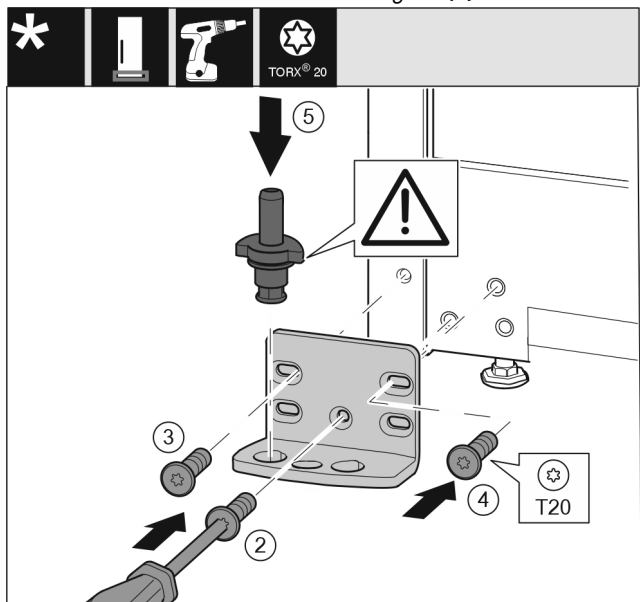

Fig. 20
- ▶ Nasadte stojan ložiska na druhé straně a přišroubujte pomocí šroubováku T20. Začněte šroubem 2 dole uprostřed. *Fig. 20 (2)*
- ▶ Pevně utáhněte šroub 3 a 4. *Fig. 20 (3,4)*
- ▶ Zcela vložte ložiskový čep. Přitom dávejte pozor, aby zajišťovací vačka směřovala dozadu. *Fig. 20 (5)*